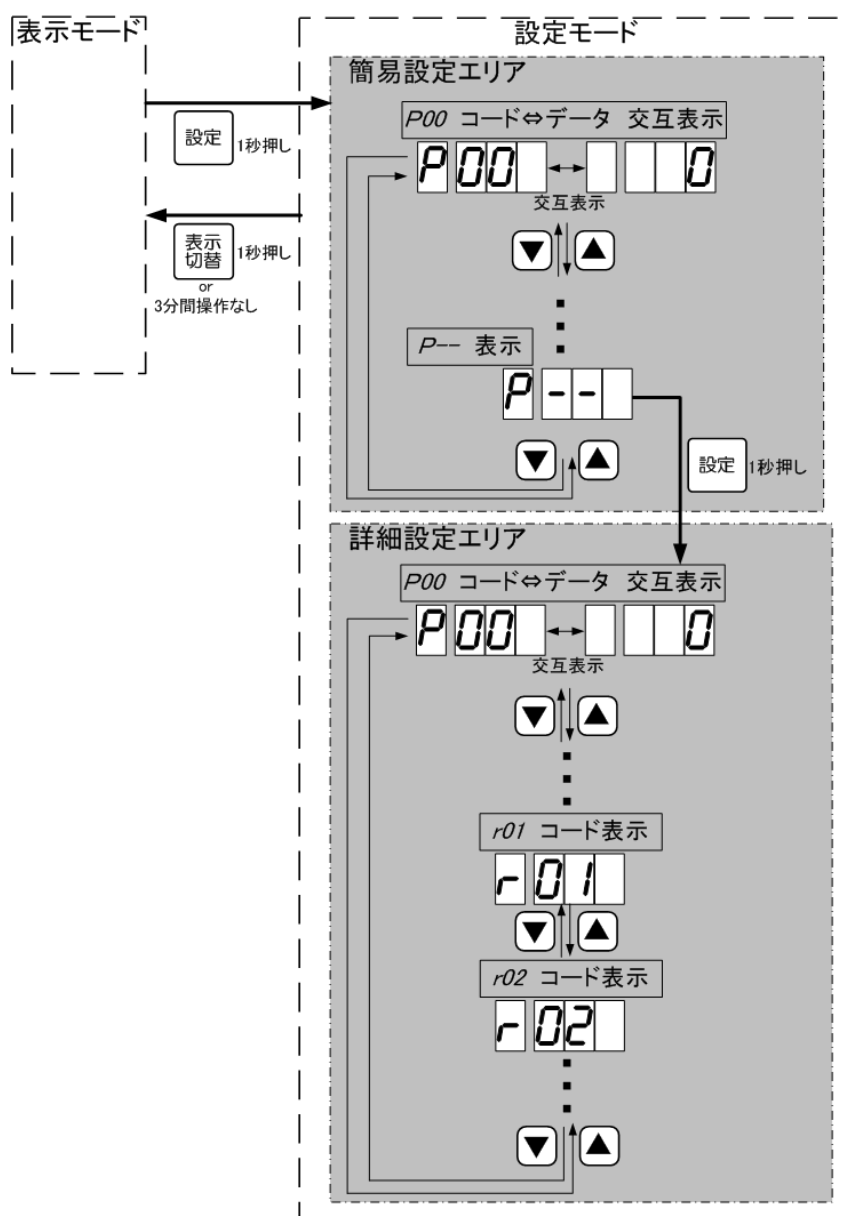

図17 設定モード内のコード *r01* と *r02*
製品の運転履歴として、ポンプ個別の積算運転時間と積算始動回数、警報履歴①と②を、設定モードから確認することができます。（図17）